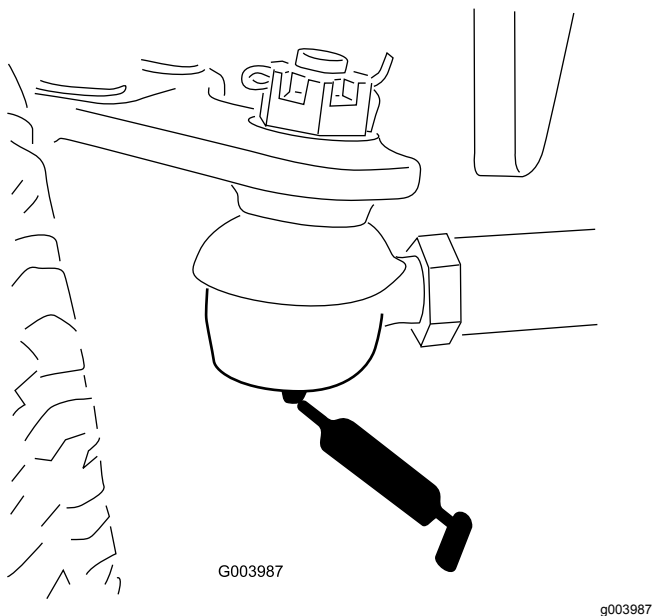

**Рисунок 41**
- Ось поворота подъемного рычага (по 1 шт.) (Рисунок 41)